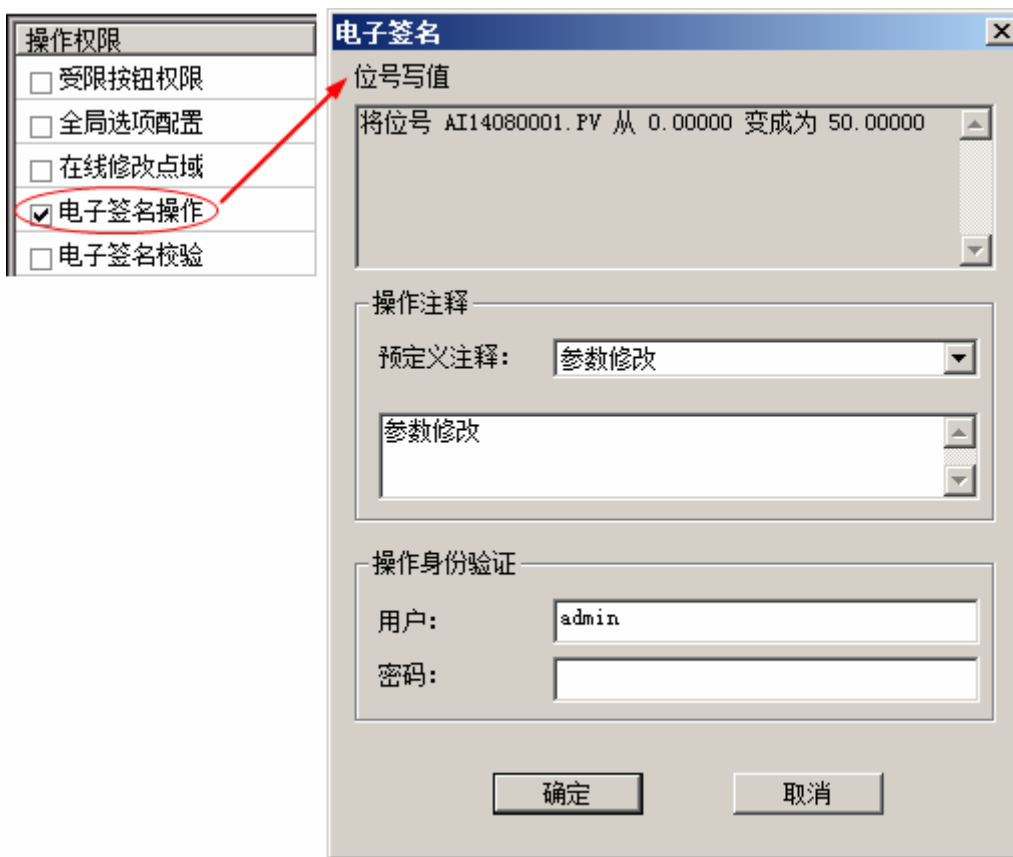
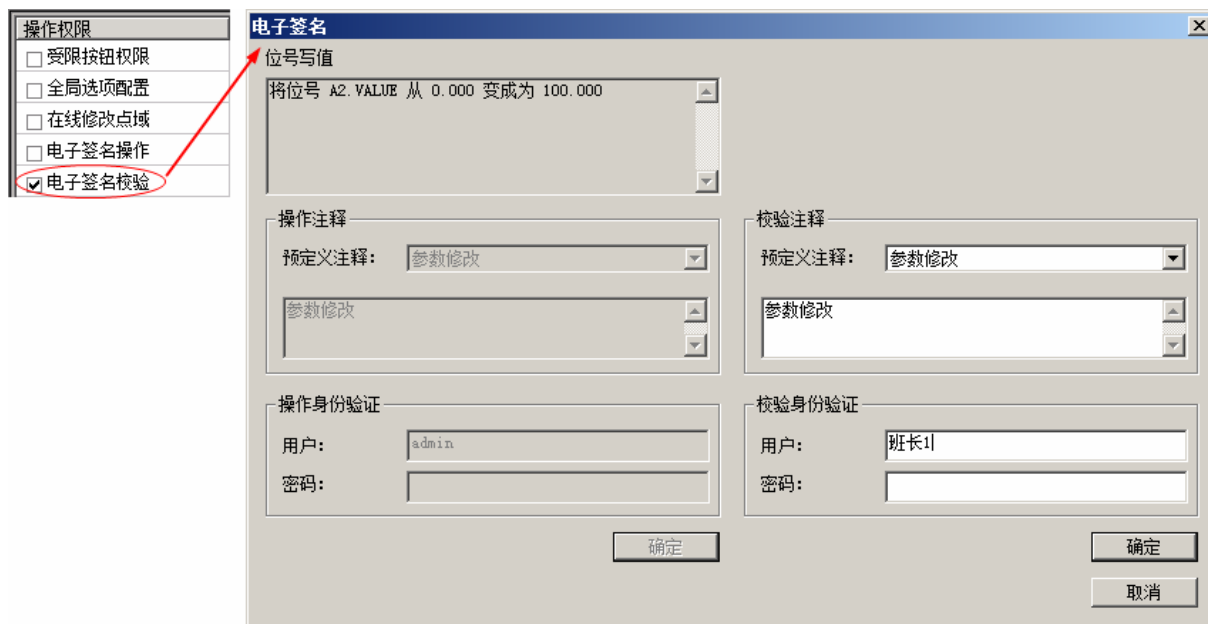

图 3-38 电子签名操作权限
图 3-39 电子签名校验权限
- 电子签名操作确认：勾选“电子签名操作”后，在实时监控软件中执行位号操作、报警确认等操作将弹出如图 3-38 所示的“电子签名”对话框。在“电子签名”对话框中的“操作身份验证”中输入用户的电子签名信息后才能位号操作成功。
- 电子签名校验：勾选“电子签名校验”后，在实时监控软件中执行位号操作、报警确认等操作时需要如图 3-38 所示的电子签名“操作身份验证”和如图 3-39 所示的电子签名“校验身份验证”。